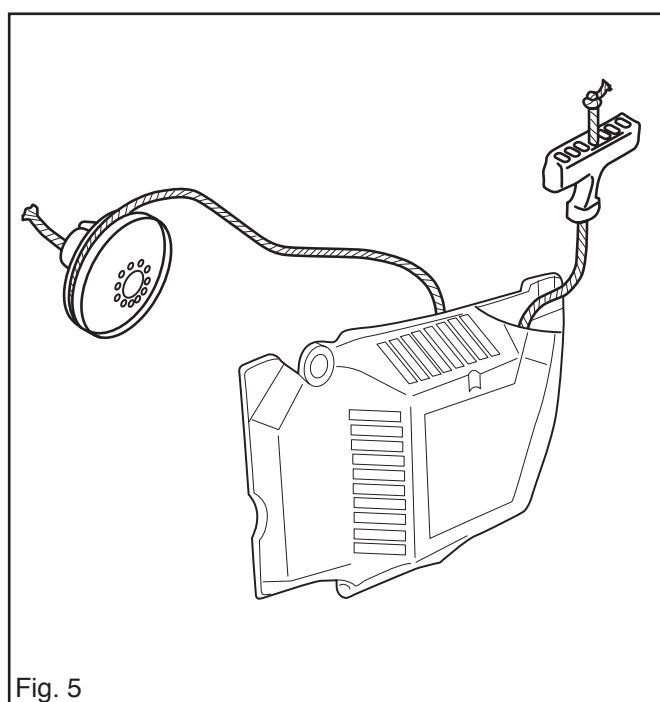

Fig. 5
3. Si une nouvelle corde est installée, introduire l'extrémité libre dans le trou de la poulie. Prendre l'extrémité à l'intérieur de la poulie avec une pince demi-ronde et tirer la corde. Voir fig. 5.
6. Tirer la corde à travers son trou dans le capot, installer la poignée et faire un double noeud de sécurité. Voir fig. 5.